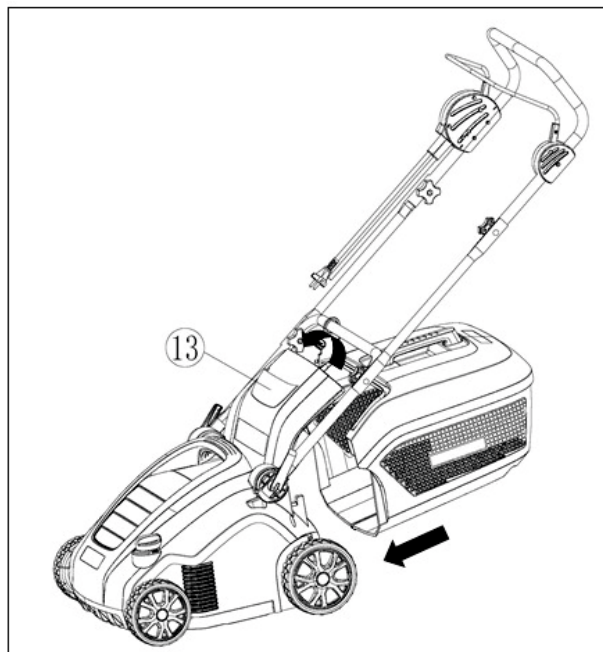

Рис. 5
8. Установка собранного травосборника (рис. 5).
- Поднимите защитный кожух (рис.5 поз. 13).
Примечание: При отсутствии необходимости сбора травы скарификатор можно использовать без травосборника, с защитным кожухом (рис. 5 поз.13) в опущенном положении.